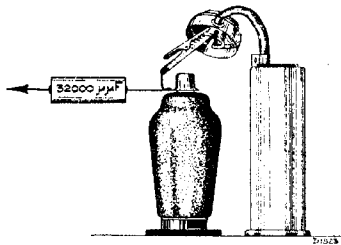

Fig. 2
6. Gemoduleerd signaal van 128 kc, via 32.000 $\mu\mu\text{F}$ aan het vierde rooster van L1 toevoeren (fig. 2).